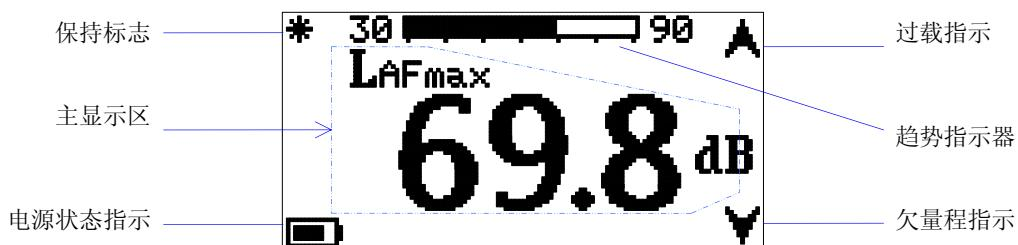

图 11 测量最大时间计权声级时的显示器
4.6.3.1 HY114B 的模式选择开关置于“保持”时，可测量某一时段的 A 频率计权 F 时间计权声级或 C 频率计权 F 时间计权声级的最大值，该最大值是通过保持电路获得的，故能捕获短促噪声的最大时间计权声级。测量最大时间计权声级时显示器的界面如图 11 所示。